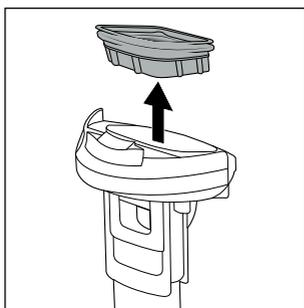

Fig. 24
- ◆ Rimuovere il filtro anti sporco **10** dal contenitore dell'acqua sporca **2** mettendo le dita lateralmente sotto la guarnizione del filtro anti sporco **10**. Poi estrarre il filtro anti sporco **10** dal coperchio del contenitore dell'acqua sporca **9** tirandolo verso l'alto (vedere fig. 24).